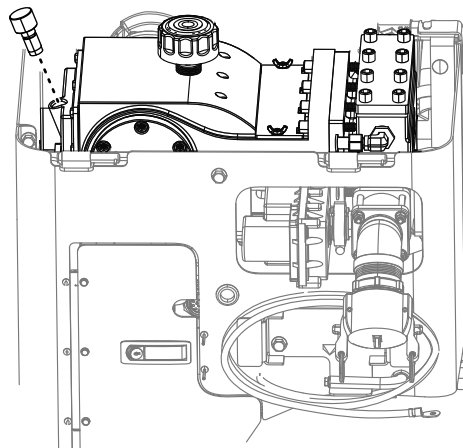
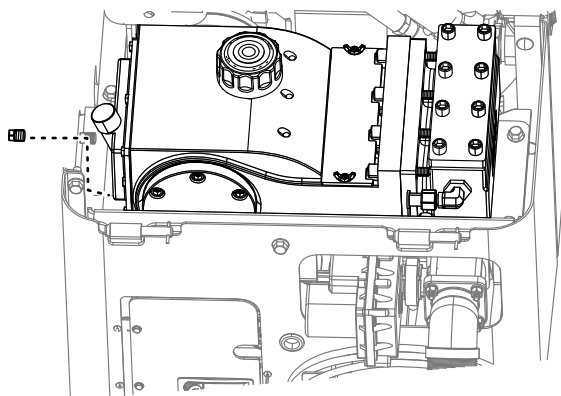

Figure 116
Figure 117
3. Retirez la jauge (Figure 116).
4. Vérifiez que le niveau d'huile atteint le trait de remplissage, comme montré à a Figure 116.
4. Enlevez le bouchon de vidange et placez un bac de vidange sous le trou du bouchon de vidange (Figure 117).
6. Attendez que toute l'huile se soit écoulée dans le bac de vidange (Figure 117).
8. Enlevez le bouchon de remplissage (Figure 117) et ajoutez environ 1,9 L (2 ptes) d'huile, ou suffisamment d'huile pour que le niveau atteigne le trait de remplissage sur la jauge, comme montré à la Figure 116.